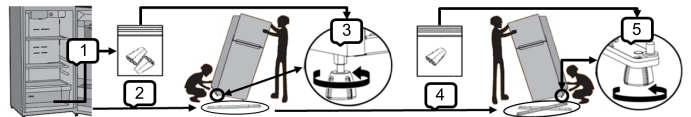

Figura 1
B. En algunos modelos dos niveladores están empacados en el refrigerador en una bolsa plástica dentro de la charola de legumbres, al desempacar se recomienda el siguiente procedimiento, ver Figura 1: